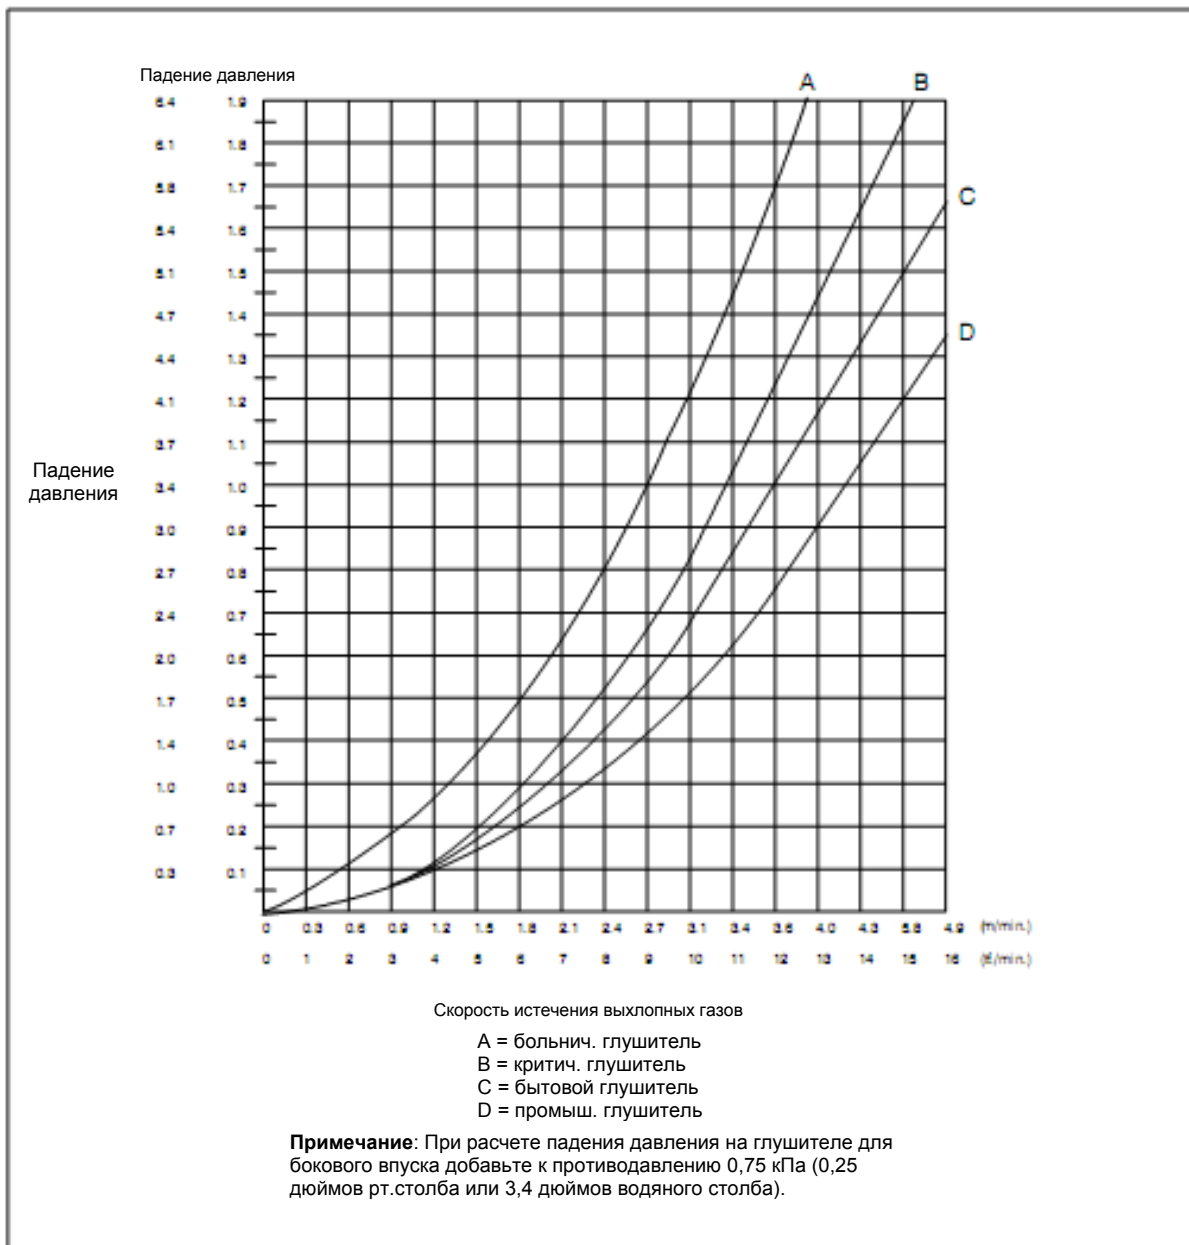

Рисунок 5-7 Падение противодавления глушителя (дюймов рт. столба)
5. См. Рисунок 5-7. Используя скорость истечения выхлопных газов (этап 4), определите значение скорости истечения выхлопных газов в тысячах на нижней шкале. Перемещайтесь вертикально вверх до тех пор, пока это значение не пересечет кривую соответствующего типа глушителя, как определено на этапе 1. Переместитесь влево по горизонтальной оси и определите значение падения противодавления в кПа (дюймах ртутного столба).